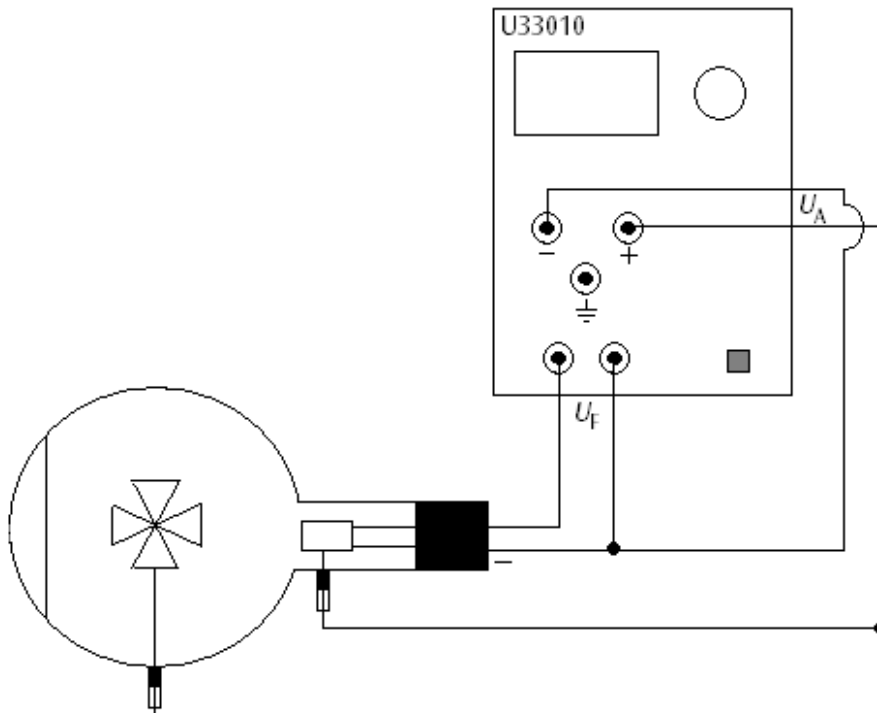

Fig. 1 Propagação retilínea de feixes de elétrons
- Executar as conexões conforme a fig. 1. Sendo que o pólo negativo da tensão anódica é conectado com o conector de 4 mm designado com o sinal de negativo no colar do tubo.